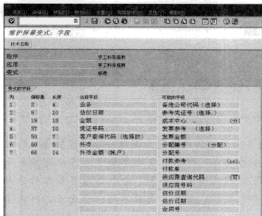

图 5-83 维护屏幕变式字段
STEP 3 创建完成，可以对变式的字段进行选择及定义。例如选择字段，然后对字段的偏移量、长度等进行编辑，如图 5-83 所示。